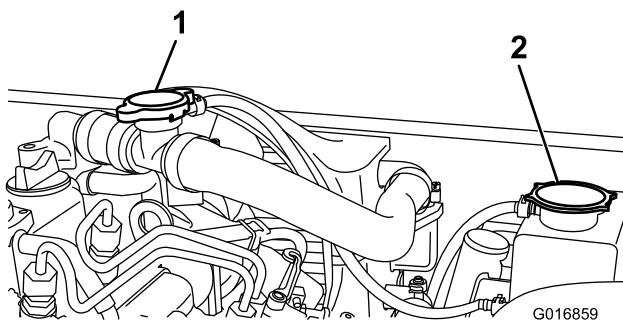

図 62
2. 補給口のキャップ図 62 を外して冷却液を入れる。
3. 補給口のキャップを元通りにはめ、補助タンクのキャップを開ける図62。
2. ラジエターの補助タンクのキャップを取る図62。